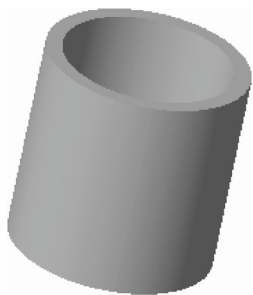

图 11-11 装配第一个零件
STEP 01 单击快速访问工具栏中的“新建”按钮, 新建一个装配文件；在功能区选项板的“模型”选项卡中，单击“元件”面板中的“组装”按钮, 装配第一个零件，如图 11-11 所示。